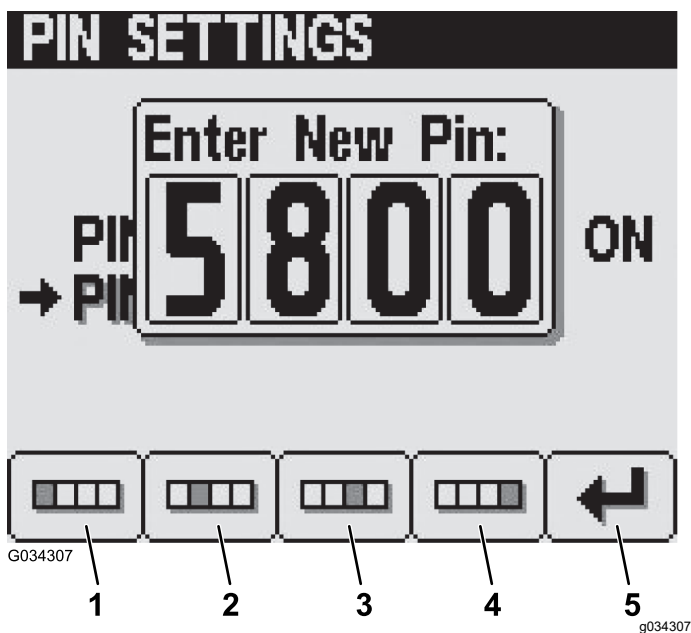

Рисунок 28
5. На экране ввода нового ПИН-кода нажимайте кнопки с 1 по 4, чтобы ввести новый ПИН-код. После завершения ввода ПИН-кода нажимайте кнопку 5 (Рисунок 28).